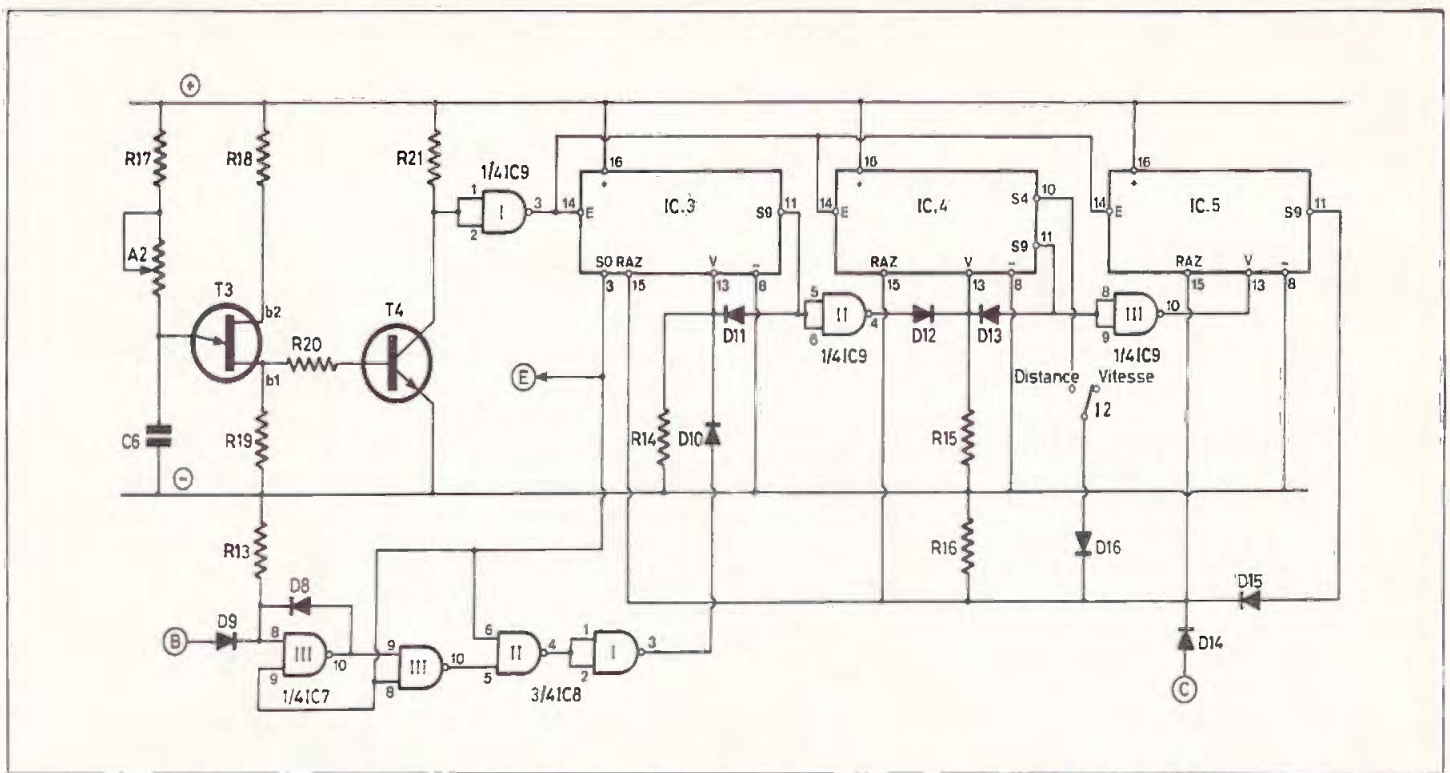

Fig. 5. — Schéma de principe des parties commande du séquenceur et séquenceur de calcul.
g) Base de temps du séquenceur de calcul (fig. 5)
h) Séquenceur de calcul (fig. 5)
i) Commande périodique du séquenceur de calcul (fig. 5)